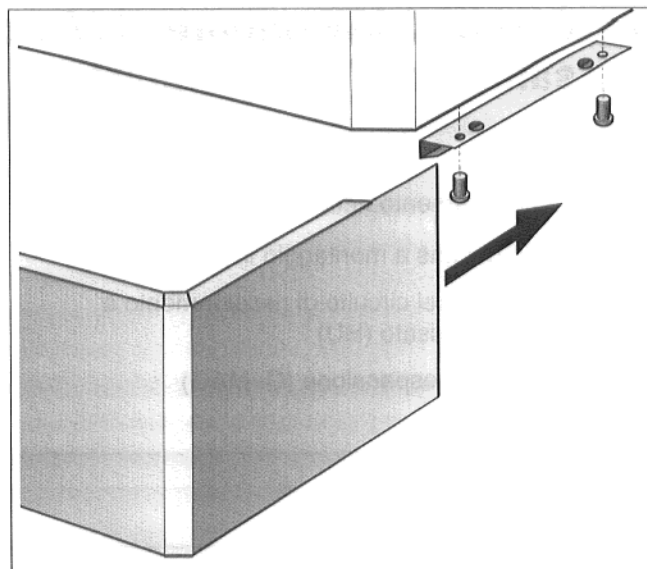

Fig. 11: pannello G-BL
- Avvitare al rivestimento i profili di montaggio per il pannello ed inserirvi il pannello (Fig. 11).